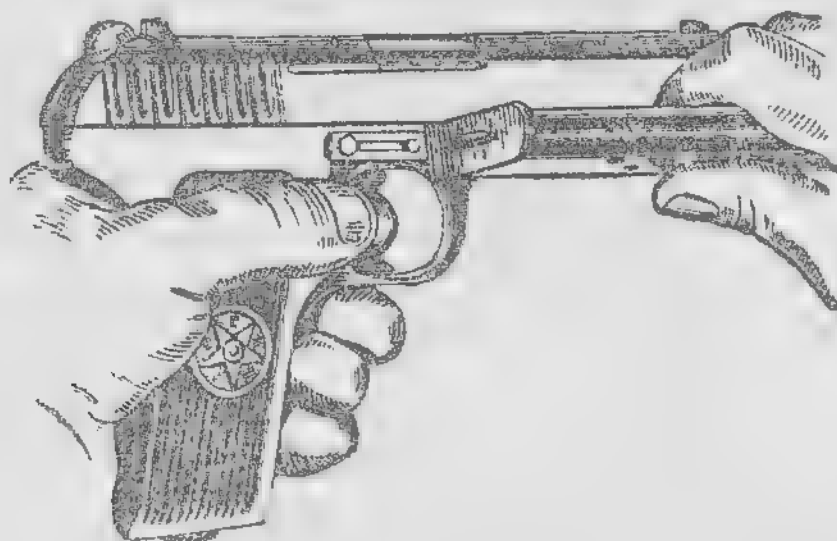

Рис. 74. Как сдвинуть пружину затворной задержки.
2) **вынуть затворную задержку:** взяв пистолет за рукоятку в левую руку, а магазин в правую, выступающим концом крышки магазина сдвинуть назад пружину затворной задержки (рис. 74) и за загнутый выступ пружины отодвинуть ее еще дальше назад, чтобы она освободила ось от затворной задержки; при этом пружину совсем не снимать, а оставить